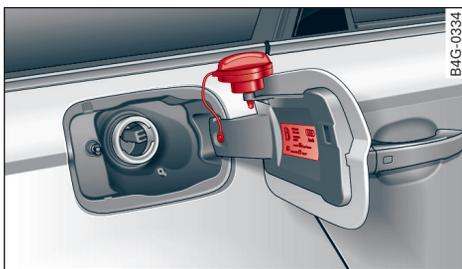

图 255 油箱盖板及插在其上的油箱封闭盖
- ▶ 从上面将油箱封闭盖插到开着的油箱盖上 ⇒ 图 255。